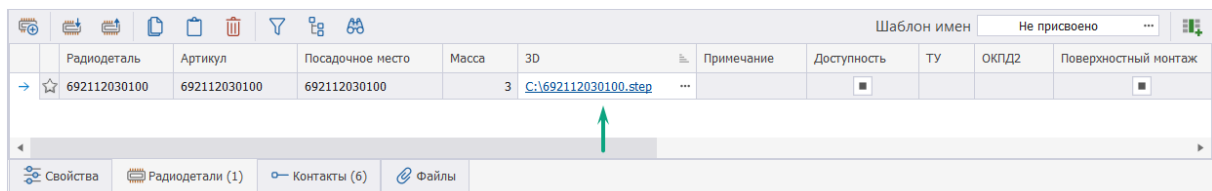

Рис. 160 Внешняя 3D-модель задана
11. Путь к выбранному файлу 3D-модели для текущей радиодетали отображается в столбце «3D model», см. Рис. 160.